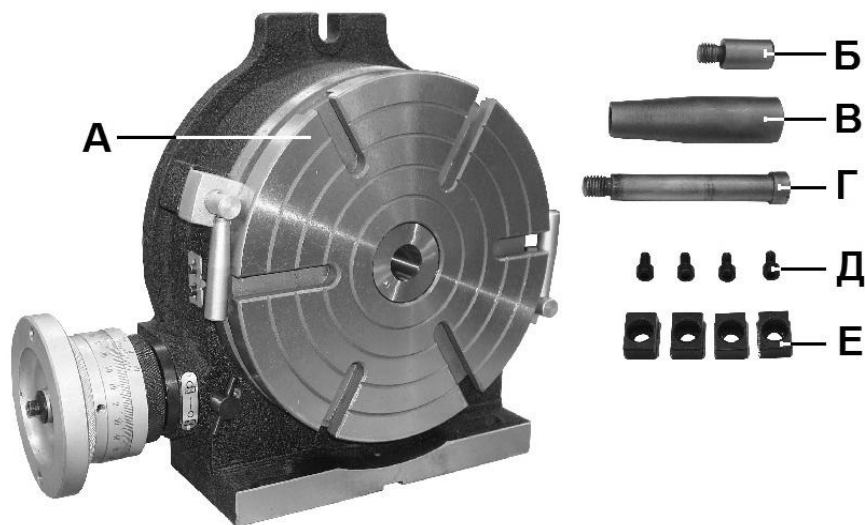
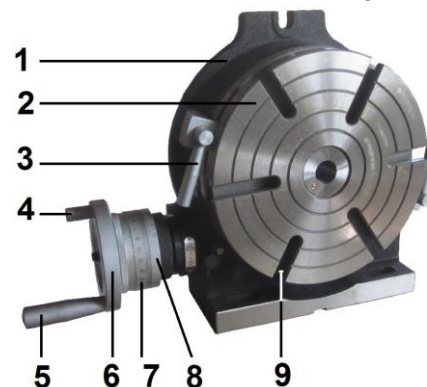

Рис. 1
Рис. 2
4.1. Установите на маховике (6) (Рис. 2) из комплекта поставки (Рис. 1) ручку с резьбой (Б, 4) и ручку (В, 5) винтом (Г).
5.2. Для выполнения работ с использованием центра, Рис. 5, в центральное отверстие рабочего стола (2), Рис. 2, вставьте центр с хвостовиком, выполненным в виде конуса Морзе № 3.
6.1. Вращение маховика (6) через редуктор передаётся рабочему столу (2) в соотношении 1:90, т.е. 90 оборотов маховика (6) соответствуют одному полному обороту рабочего стола на 360°. Один полный оборот маховика (6) равен повороту рабочего стола (2) на 4° ($360° : 90 = 4°$), Рис. 2, 7а, 7б.
6.2 Рабочий стол (2) оборудован шкалой (17), показывающей угол поворота рабочего стола (2) по метке (18), Рис. 2, 7а, 7б.
6.3. Точные показания угла поворота устанавливаются по лимбу (7) - цена деления = 1' и нониусу (8) - цена деления = 10" (Рис. 2).
6.8. Установите кольцо нониуса (21) в рабочее положение, для чего поворачивайте его назад против часовой стрелки до сцепления шестерен редуктора. Зафиксируйте винт (23). Совместите метку (18) с меткой на шкале нониуса (8), и зафиксируйте положение двумя зажимами (3) (Рис. 2, 10).